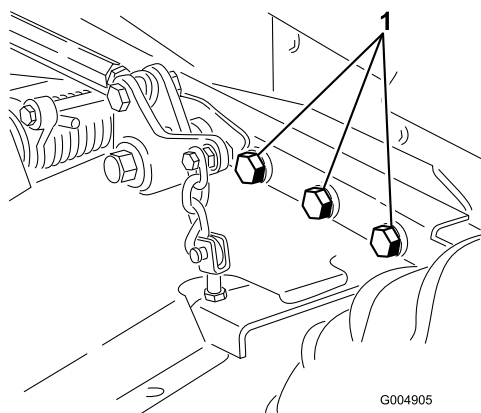

図 79
4. ボルトナット類にゆるみながいか点検し、必要な締め付けを行う。ボルトナット類にゆるみながいか点検し、必要な締め付けを行う。特に、芝刈りデッキのフレームをトラクションユニットに固定している6本のボルト(図 79)は265 ft.-lb (359 N.m=36.6 kg.m) にトルク締めする。